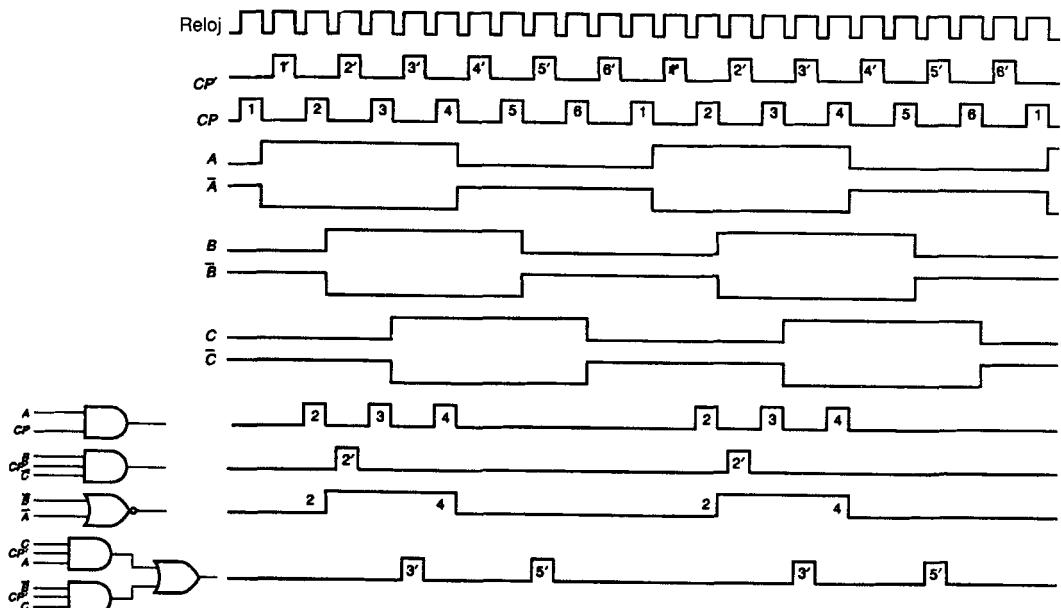

FIGURA 8-10 Formas de onda del reloj sin traslapamiento y del contador de corrimiento de tres flip-flops.
Con el uso de unas cuantas compuertas sencillas, CP , CP' y las salidas del contador es posible construir cualquier forma de onda necesaria para un dispositivo digital que se repita cada seis CP . La figura 8-10 muestra algunos ejemplos de lo anterior.
12. Dibuje las formas de onda para el flip-flop mostrado en la figura utilizando como entradas las formas de onda de la figura 8-10. [2,3,4]
13. Haga uso de las formas de onda de la figura 8-10 y de un solo flip-flop JK para dibujar el diagrama lógico de un circuito que produzca un reloj con ciclo de trabajo del 50 % que tenga la misma frecuencia que CP. [1,2,3,4]